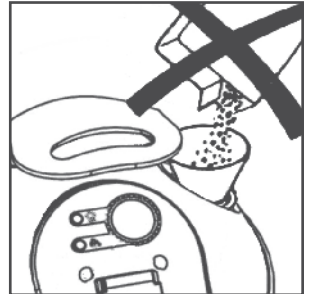

FIG. 8
14. Geben Sie keine Reinigungsmittel, Duftstoffe oder andere chemische Substanzen in den Tank (Fig. 8), mit Ausnahme der Entkalkungsmittel (siehe Punkt 5.1).